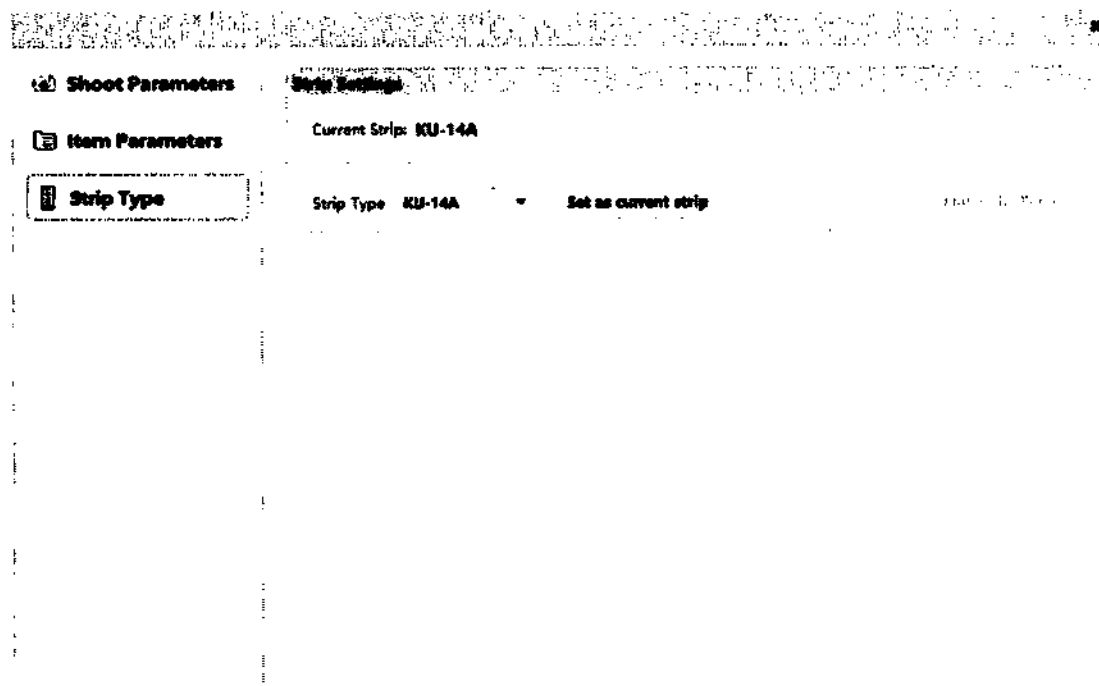

Рис. 4-43 Интерфейс типа тест-полоски
4.8.3 Установка тест-полоски: текущий тип тест-полоски можно выбрать из выпадающего списка, нажмите «Установить как текущий тип тест-полоски» (Set as current test strip), чтобы задать тип. (См. рис. 4-43)